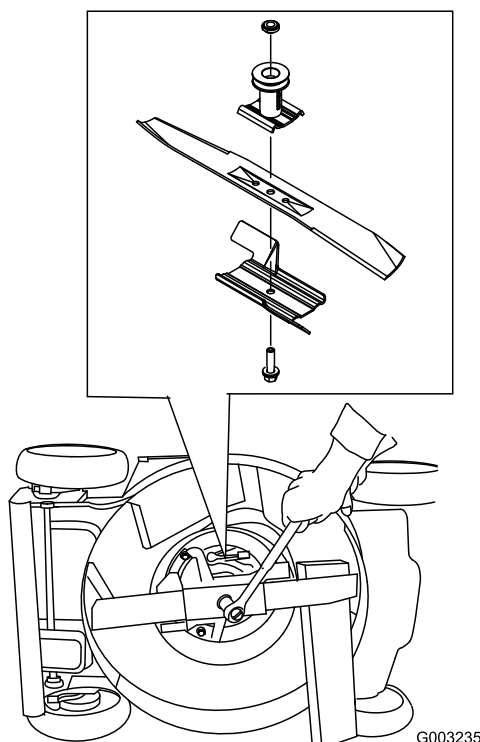

Figure 36
3. Immobilisez la lame avec un morceau de bois (Figure 36).